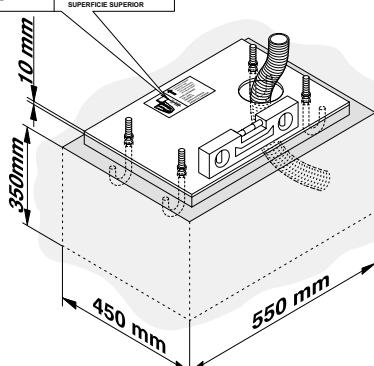

Fig. 4
- La plaque de fondation à sceller doit être impérativement positionnée comme indiqué fig. 4.
- Assembler la plaque de fondation comme indiqué fig. 4 rep. A.
- Réaliser un coffrage comme indiqué fig. 4 et sceller la plaque de fondation en prévoyant un ou plusieurs fourreaux pour le passage des câbles. Vérifier l'horizontalité parfaite de la plaque à l'aide d'un niveau à bulle. Attendre que le ciment soit pris.